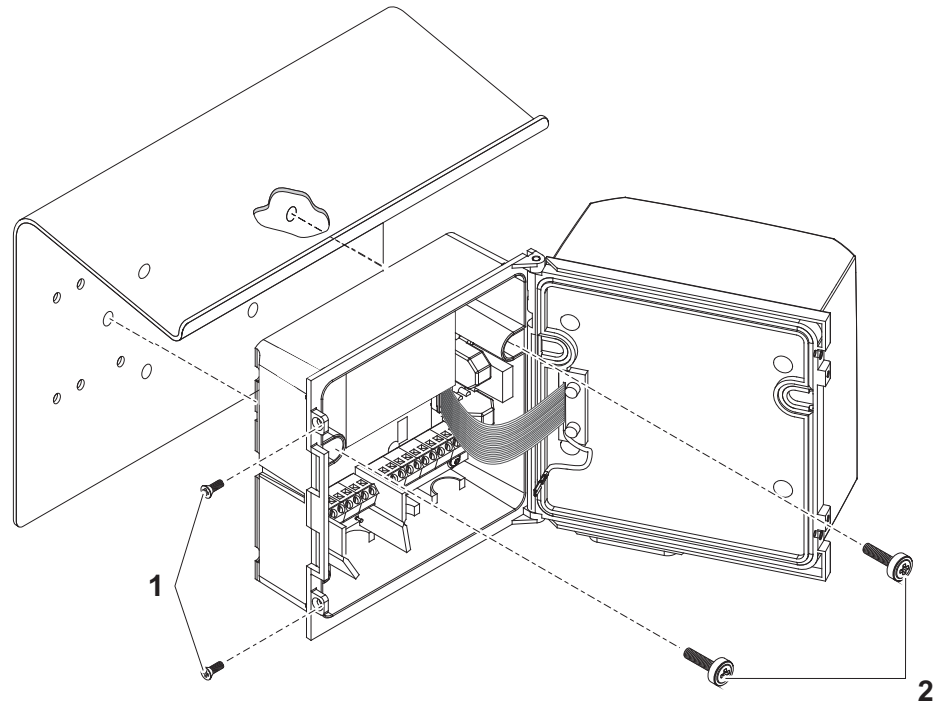

Bild 3-8 DIQ/S 281 mit Schutzdach SD/K 170 montieren
- 1 Die beiden Senkschrauben (Pos. 1 in Bild 3-8) entfernen und den Moduldeckel aufklappen.
- 2 Den Universal-Transmitter an das Schutzdach ansetzen und mit den beiden Schrauben (Pos. 2 in Bild 3-8) festschrauben.
- 3 Den Deckel schließen und mit den beiden Senkschrauben (Pos. 1 in Bild 3-8) fixieren.